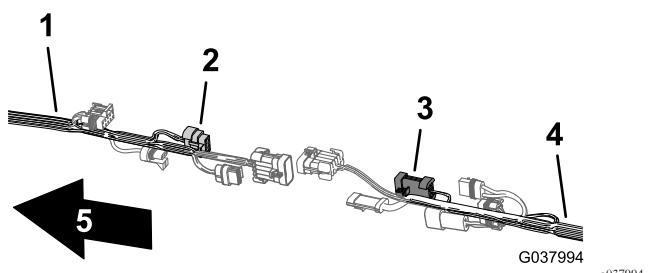

图 108
- 把用于打药车线束互连的前线束 8 针接头连接至用于喷洒率开关的后线束 8 插槽接头 图 108。